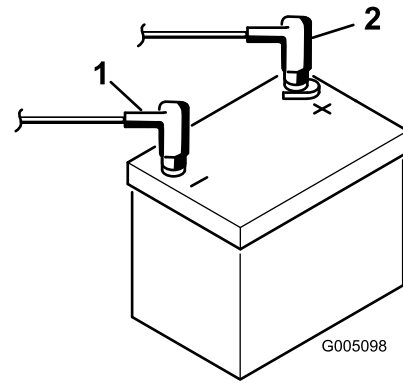

Bild 7
9. Schließen Sie zuerst das Pluskabel (Rot) am Pluspol (+) des Akkus und dann das Minuskabel (Schwarz) am Minuspol (-) des Akkus an; befestigen Sie sie mit den Schrauben und Muttern (Bild 7). Ziehen Sie die Gummimuffe über den Pluspol, um Kurzschlüssen vorzubeugen.